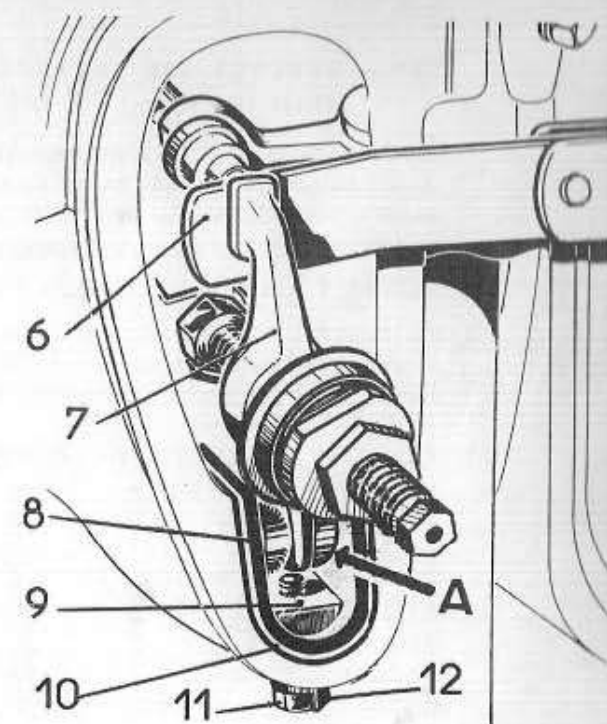

Fig.10
Recommandation - Ces opérations doivent être exécutées à froid après un arrêt prolongé. Avant de régler le jeu entre queue de soupape et culbuteur, s'assurer si le talon de celui-ci a du jeu latéral en (A - Fig. 10). le culbuteur doit coulisser sans dureté dans le guide.
Replacer le pivot (2), visser l'écrou (3) à la main et l'anener en butée sur le pivot après avoir interposé une cale d'épaisseur 15/100 (6 - Fig.10) entre la queue de soupape et le culbuteur (7).